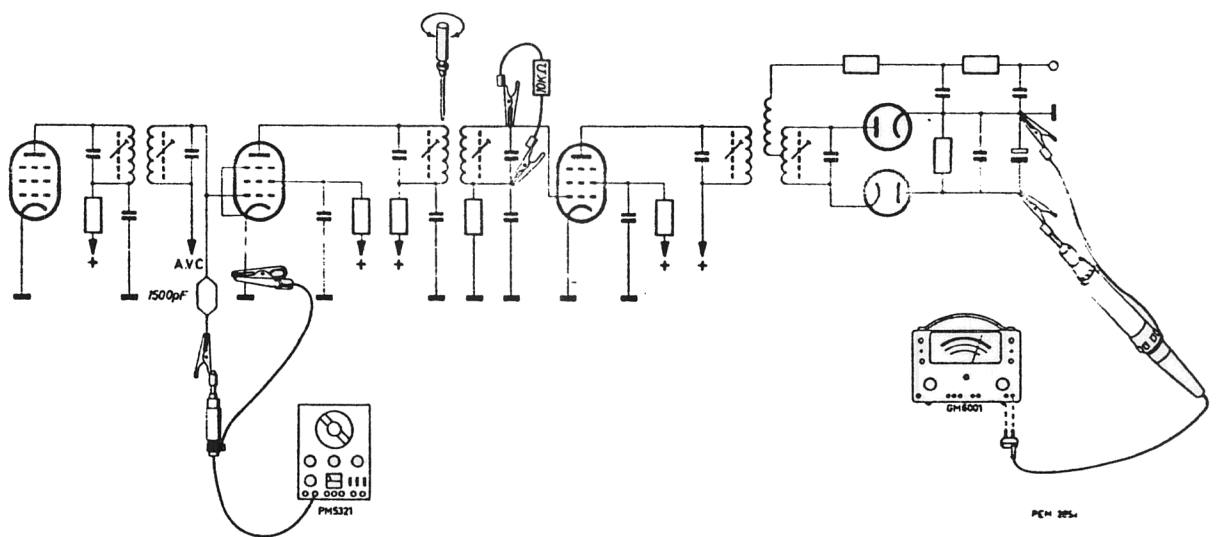

Fig. 18. Réglages et amortissements alternatifs des circuits primaires et secondaires
8. Régler les noyaux des autres filtres de bande M.F. dans l'ordre spécifié dans la documentation de service du récepteur. Après le réglage d'un des circuits d'un filtre de bande, ce circuit doit être amorti par une résistance d'environ  $10\text{ k}\Omega$ , après quoi on peut procéder au réglage de l'autre circuit du filtre de bande (fig. 18). Entretemps, la tension de sortie du générateur H.F. doit constamment être réglée de façon que le voltmètre électronique n'indique pas plus de  $-3\text{ V}$ .